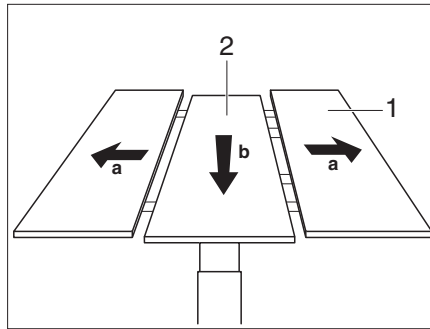

Bild 102 Mittelteil hoch fahren
- Die Außenteile (Bild 102,1) des Tisches auseinander ziehen.
- Das Mittelteil (Bild 102,2) des Tisches kräftig nach unten drücken. Das Mittelteil wird mit Federkraft nach oben gedrückt.
- Das Mittelteil (Bild 102,2) des Tisches kräftig nach unten drücken. Das Mittelteil rastet in der unteren Stellung ein.